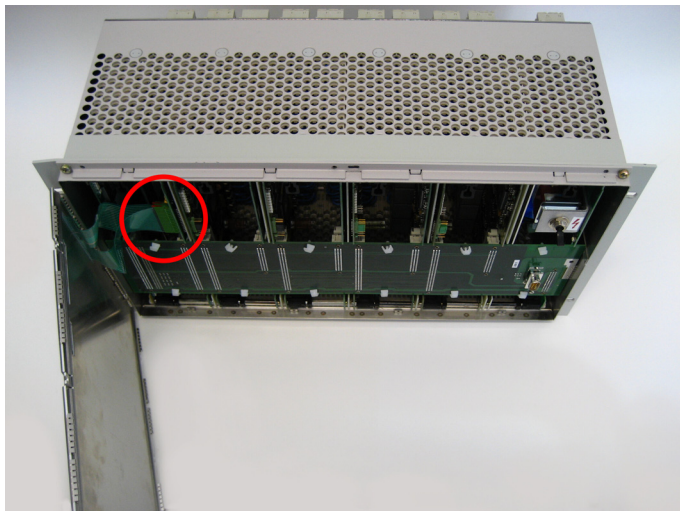

Bild 1-4 Anschluss Flachbandkabel
- Ziehen Sie die Steckverbinder der beiden Flachbandkabel vorsichtig von der CPU-Baugruppe ab und legen Sie die Frontplatte beiseite (siehe Bild 1-4).